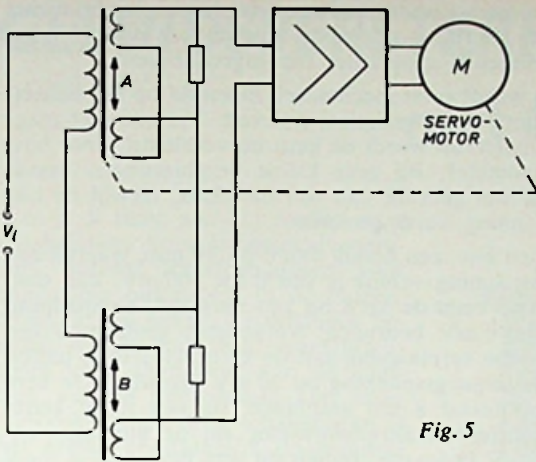

Fig. 5
zijn toevlucht tot het toepassen van twee differentiaaltransformatoren waaraan de beide primaire spoelen in serie geschakeld worden, zodat door beide spoelen dezelfde stroom vloeit. De spanningen aan de secundaire spoelen worden voortdurend met elkaar vergeleken. Eén differentiaaltransformator is als meettrap geschakeld (B) terwijl de tweede differentiaaltransformator als balancertrafo is geschakeld (A). Zie fig. 5 voor het principieschema.